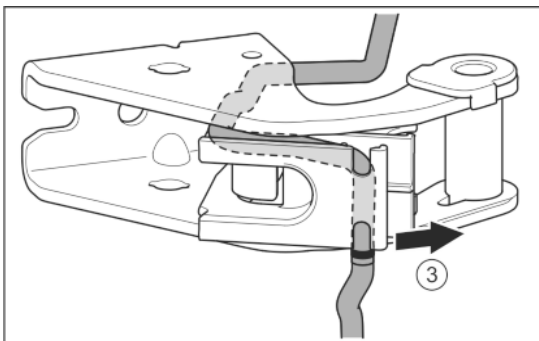

Fig. 30
- ▶ Desfaceți cablul din ghidaj. Fig. 30 (3)